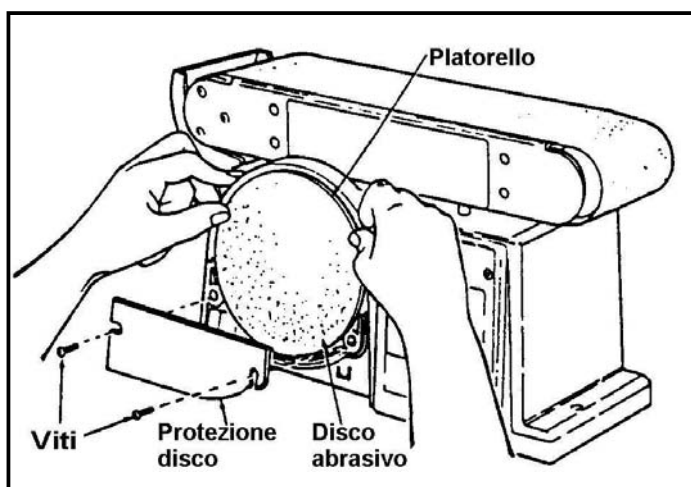

Figura 17 – Montaggio del disco abrasivo Art. 0505.
3. Staccate parte del foglio di protezione posteriore e attaccate il disco abrasivo al platorello, in modo da allineare il perimetro esterno del disco con quello del platorello (figura 17). Rimuovete il foglio protettivo poco alla volta dopodiché premete il disco sul platorello.